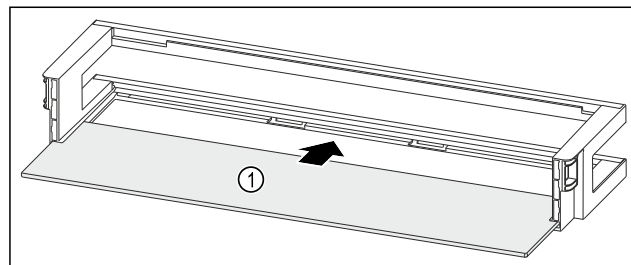

Fig. 98 Лотки на дверцятах з полицею
- ▶ Посуньте полицю Fig. 98 (1) у бічні пази.